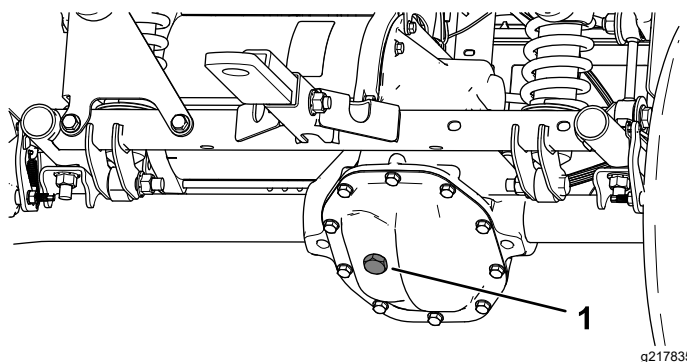

Figura 54
4. Retire el tapón de llenado del transeje (Figura 54).
5. Si el nivel de fluido es bajo, retire el tapón de llenado y añada el fluido especificado hasta que salga del orificio (Figura 54).
4. Retire el tapón de llenado del transeje, y llene el transeje con el fluido especificado hasta que salga del orificio de llenado (Figura 54).